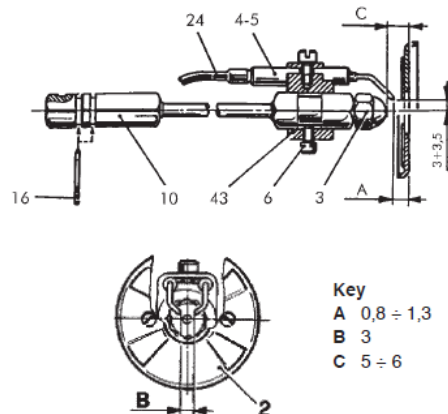

Fig. 13
- Munstycket (3) är felaktigt eller smutsigt
- Tändelektrodena (4-5) har fått en skorpa eller är skadade (se positionerna i bild 13)
- Fotomotståndet (19) skymms
- Felaktig magnetventilpackning (29)
Rengör elektroderna utan att ändra deras position med hänsyn till diffusören. Om de flyttas oavsiktligen, ska man följa de mått som anges i bild 13 vid återmonteringen.